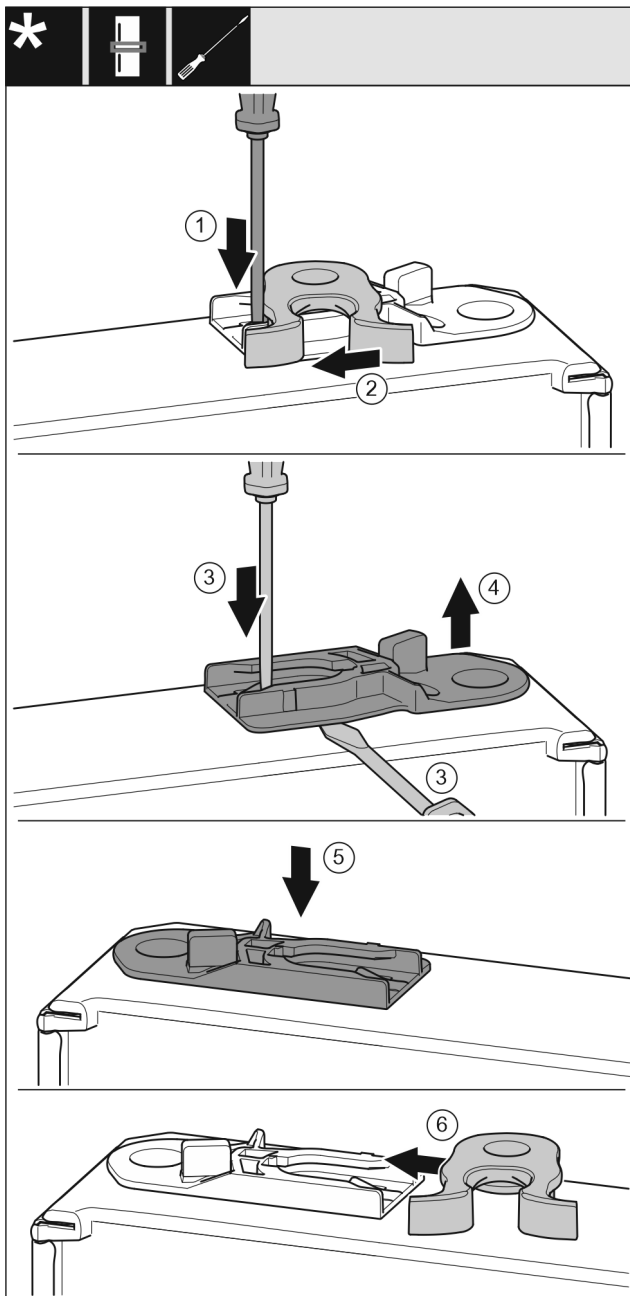

Fig. 18
- ▶ Plochým šroubovákem přitlačte lamelu dolů. Fig. 18 (1)
- ▶ Vytáhněte petlici z vedení. Fig. 18 (2)
- ▶ Vytáhněte vodící pouzdro: Stiskněte lamelu plochým šroubovákem a současně jím zajeďte pod vodící pouzdro. Fig. 18 (3, 4)
- ▶ Vodící pouzdro, které je součástí rozsahu dodávky nasuňte na druhé straně skříně. Fig. 18 (5)
- ▶ Zasuňte petlici do vedení. Fig. 18 (6)